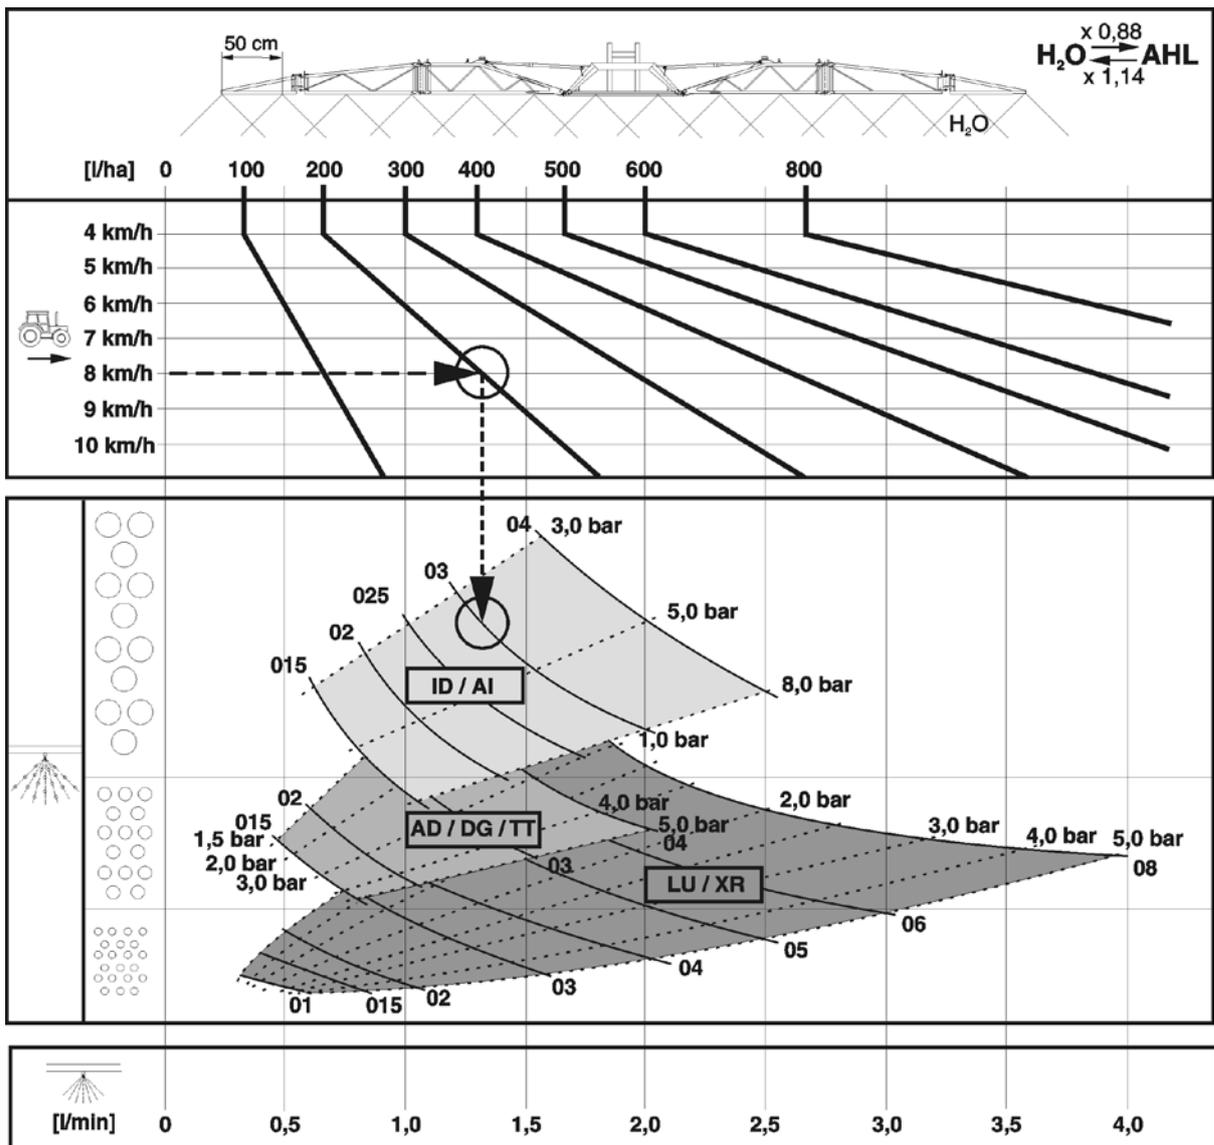

Fig. 191
- Die Fig. 191 dient zur Auswahl des geeigneten Düsentyps. Der Düsentyp wird bestimmt durch